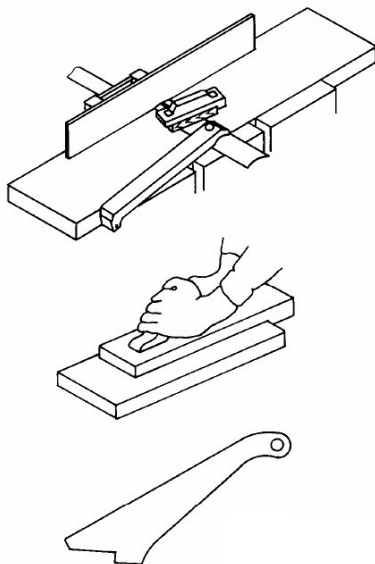

Abb. 29: Abrichtwerkzeuge
Die gewünschte Höhe des Werkzeugs kann mit dem Handrad 3 nach Lösen der Arretierung eingestellt werden. Nachdem die gewünschte Höhe eingestellt ist, wird das Handrad wieder arretiert. Die Position wird an der Skala abgelesen. Der Anschlag dient zum Arbeiten im Serienbetrieb. Beim Ausarbeiten der Bohrungen ist der in Abb. 29 gezeigte Ablauf zu befolgen:
Schritt 2: Im gesamten Bereich des Langlochs werden Bohrungen angebracht, s. Abb. 29, Position 2.